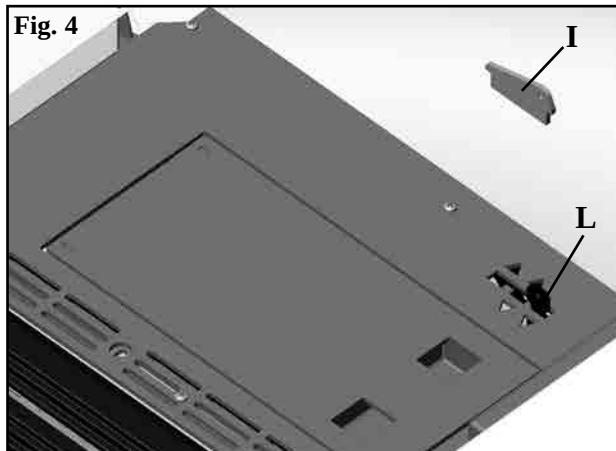

Fig. 4
La distribuzione dell'aria calda è regolabile manualmente tramite la leva L accessibile sollevando il coperchio di ceramica (acciaio su Kelly) superiore sinistro (fig. 4).
N.B. per poter azionare la leva di comando è necessario asportare la placchetta di sicurezza (I-fig.4).